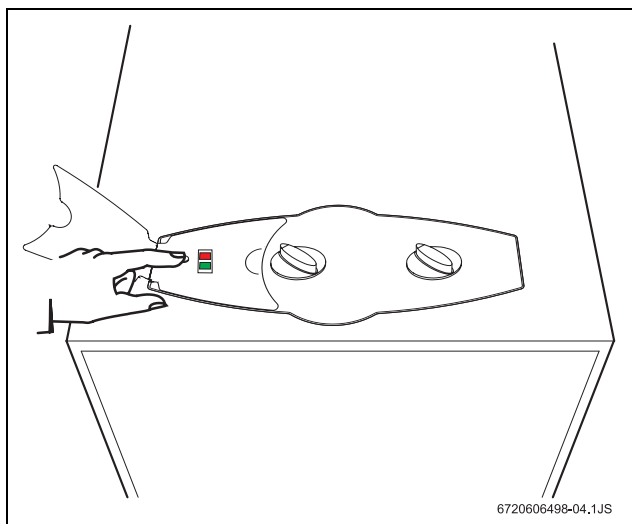

Fig. 4
- Azionare l'interruttore di accensione (Fig. 4).